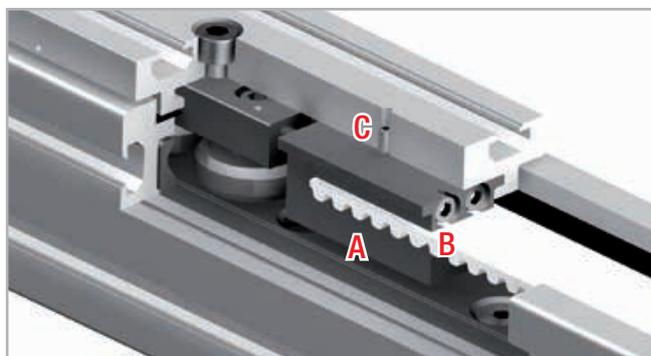

Fig. 33
1. Desparafusar os parafusos de segurança C (no topo da placa do cursor) do dispositivo de tensionamento da correia A (ver fig. 33).